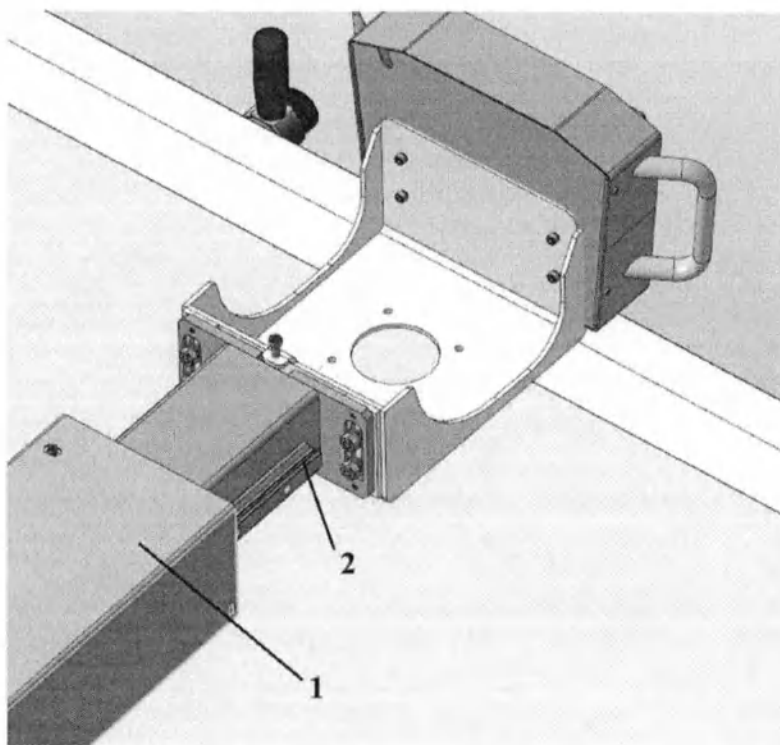
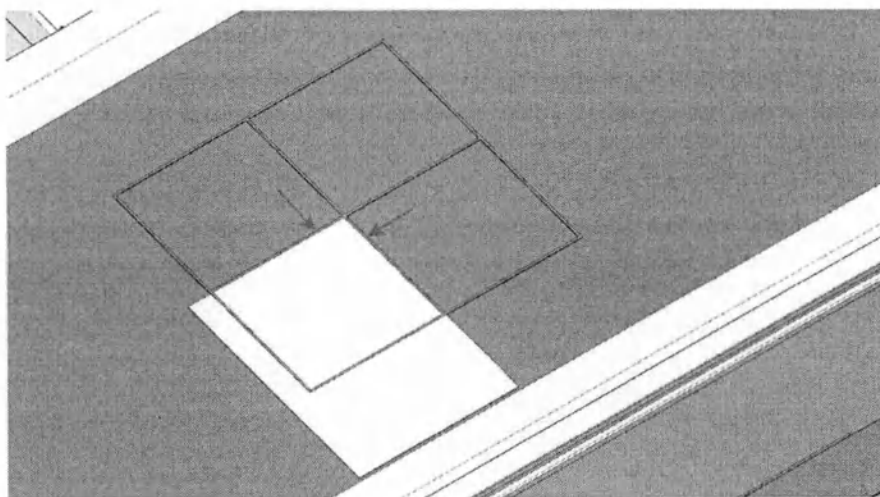
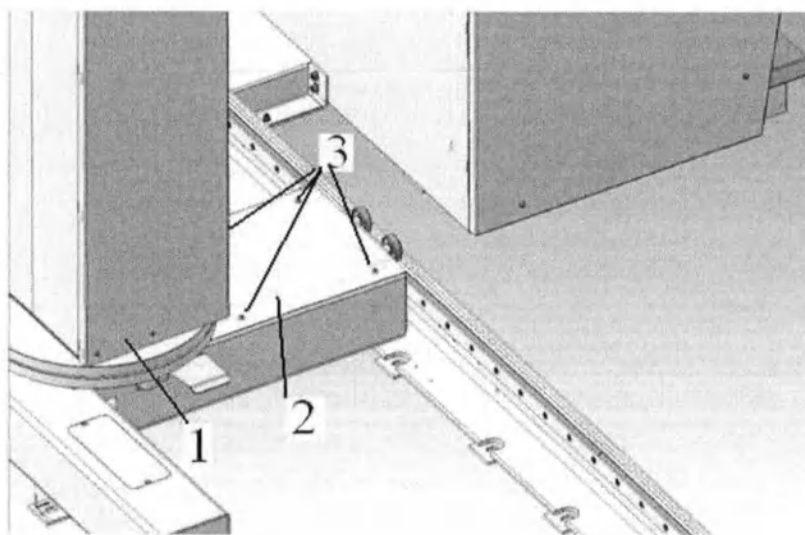

Рисунок 3.7 – Схема расположения направляющей траверсы
Рисунок 3.8 – Схема проверки перпендикулярности оси рентгеновского луча к ЭСУ
Рисунок 3.9 – Схема регулировки вертикальности колонны штатива
По мере загрязнения направляющей траверсы каретки вертикального хода необходимо провести очистку от грязи и смазку (рисунок 3.7).
- переместить лист в центр светового поля (рисунок 3.8) совместив риску светового центратора с краями листа;
- открутить четыре винта 3 (рисунок 3.9);
- установить колонну 1 (рисунок 3.9) в вертикальное положение, контролируя горизонтальность траверсы 1 (рисунок 3.7) уровнем;
- проверить (рисунок 3.8) совпадение риски светового центратора с риской на растре во всем диапазоне вертикального перемещения излучателя. При не совпадении рисок на величину меньшую ± 2 мм завершить операции, установить на место крышку 2 и завинтить четыре винта 3 (рисунок 3.9). При не совпадении рисок на величину большую ± 2 мм операции повторить.